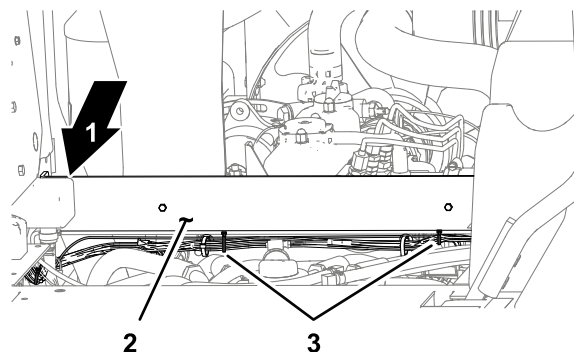

Bild 18
- Befestigen Sie den Stromkabelbaum unter dem Querkanal mit zwei Kabelbindern am Kabelbaum der Maschine, wie in Bild 18 abgebildet.